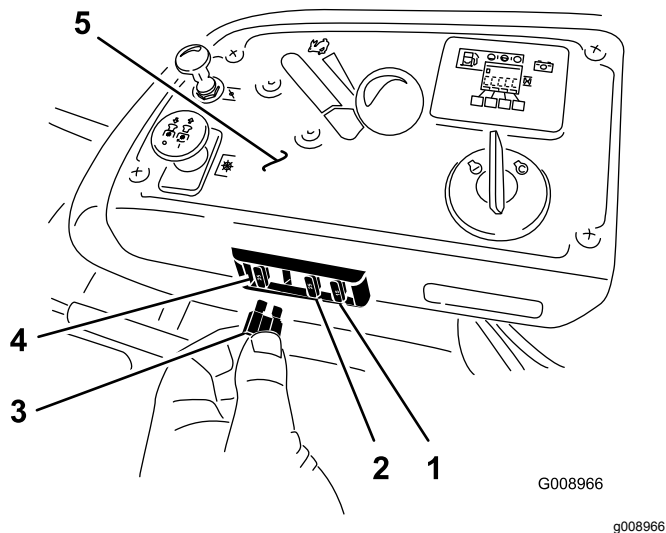

Figura 73
Os fusíveis encontram-se na consola do lado direito do banco (Figura 73).
2. Instale um novo fusível (Figura 73).